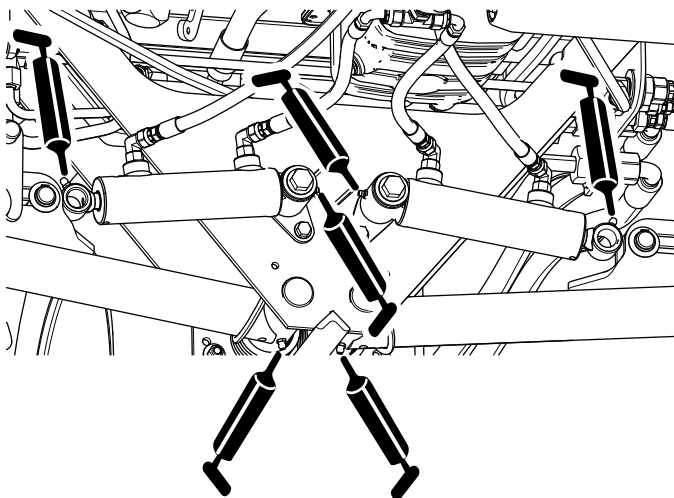

Bild 50
- Hintere Hubarm-Drehzapfen und Hubzylinder (4 Stück), siehe Bild 50.